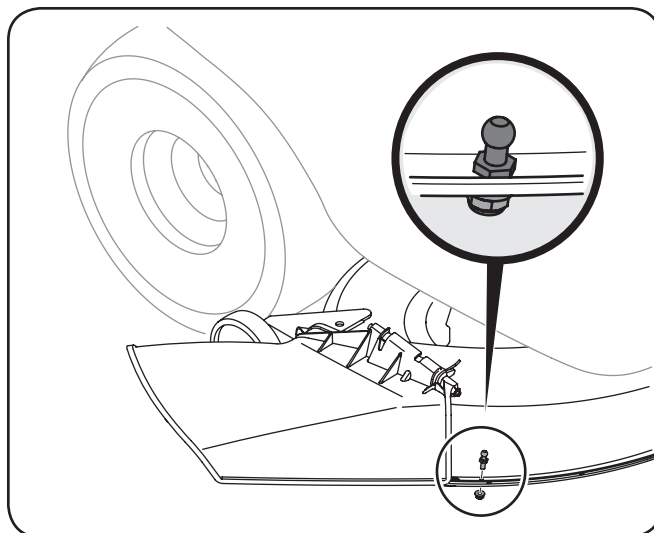

Figure 4-20
10. Installez la queue à rotule provenant de votre jeu de montage dans le trou à l'avant de la plate-forme de la tondeuse, comme illustré à la figure 4-20, et fixez-la avec le contre-écrou d'épaulement fourni.